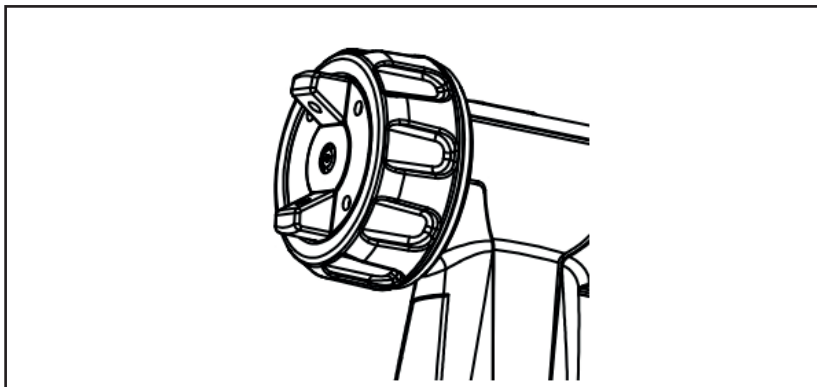

рис. 8
- При скоплении материала покрытия на сопле (А) и воздушном колпачке (В) (рис. 8) очистите обе детали растворителем или водой.